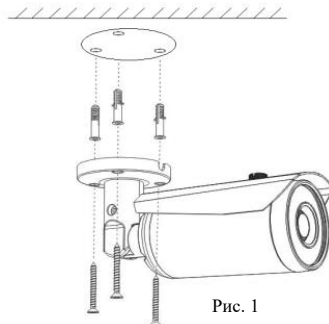

Рис. 1
6. Просверлите три отверстия в соответствии с монтажным шаблоном, затем при помощи шурупов и дюбелей закрепите камеру в подготовленные отверстия (см. рис.1).